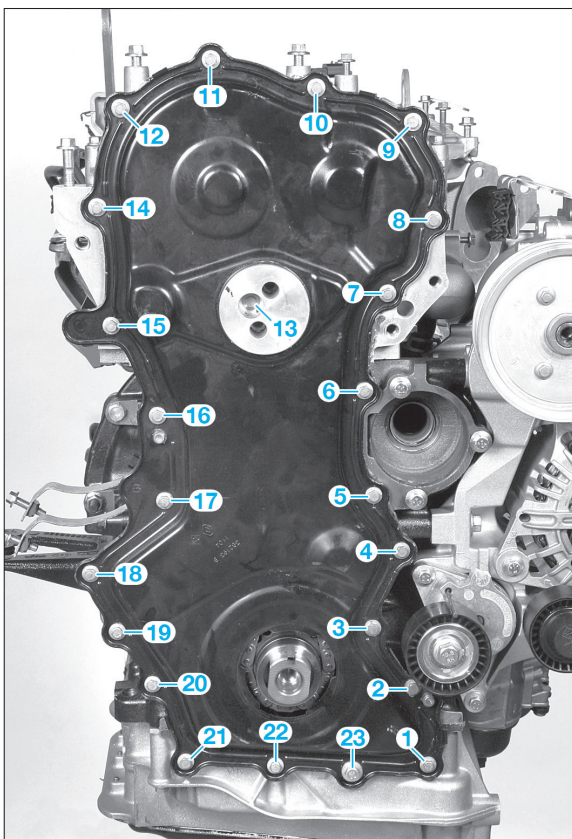

FIG. 28
- Déposer les vis (dans l'ordre inverse de la repose) du carter de distribution (fig. 28).
- Reposer le carter de distribution et serrer les vis en respectant l'ordre et le couple de serrage prescrits (fig. 28).